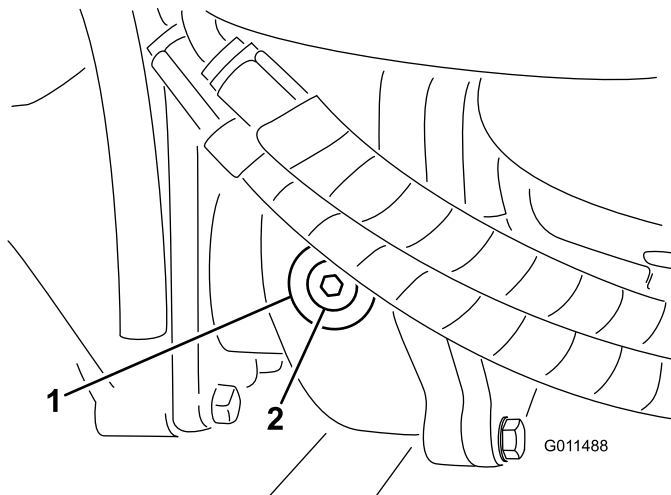

Figure 82
2. Enlevez le bouchon de contrôle/remplissage du côté gauche du boîtier d'engrenages et vérifiez que le lubrifiant atteint la base de l'orifice (Figure 82).